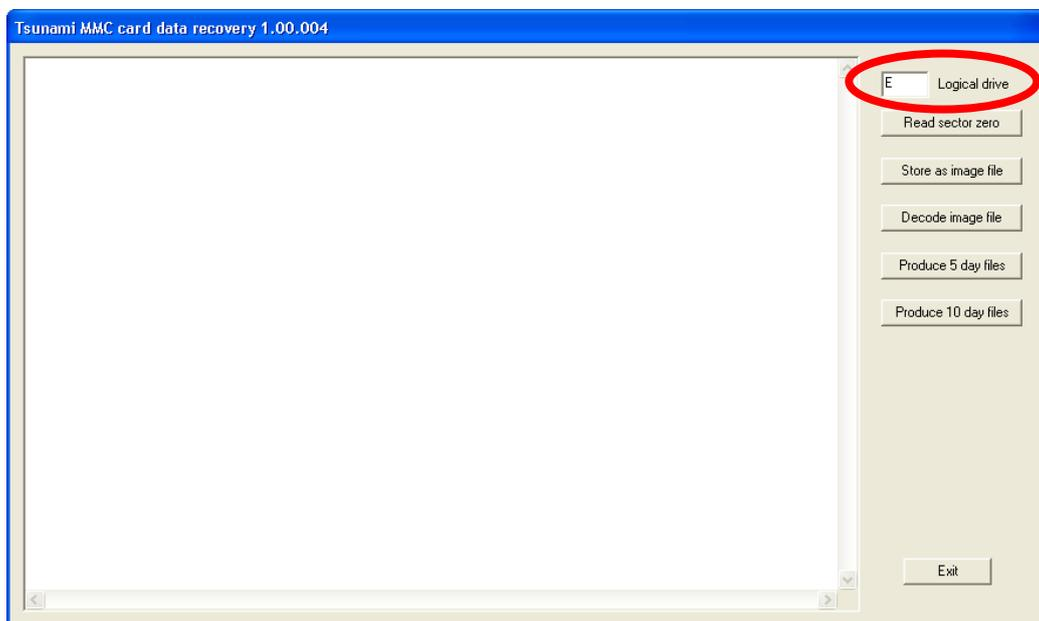
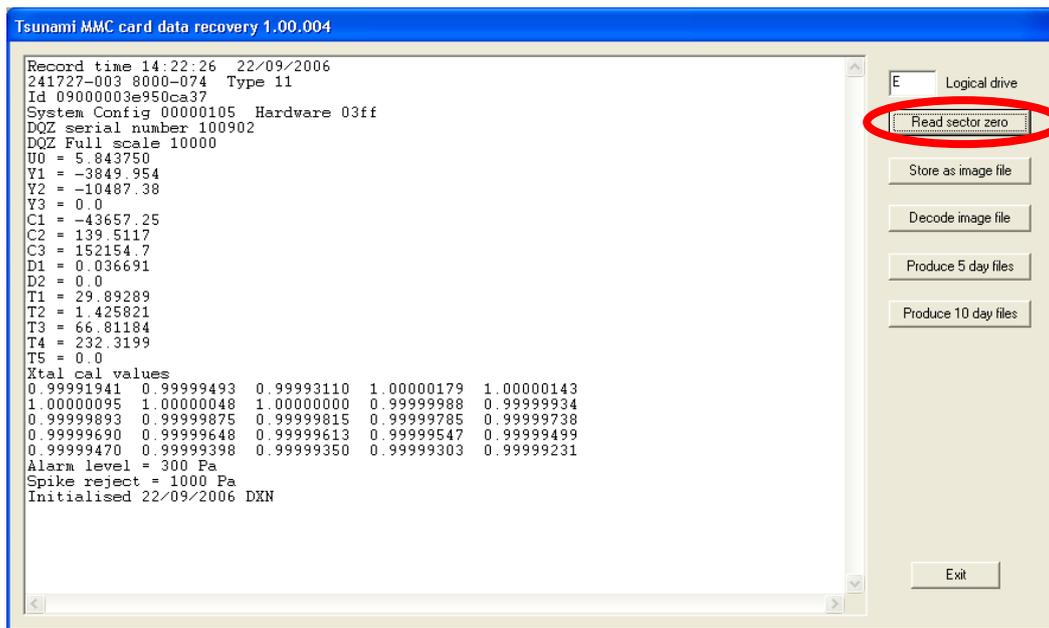

Figura 3 : MmcDataRecover.exe con el selector de unidad lógica resaltado
Figura 4 : MmcDataRecover.exe con el cero del sector leído resaltado y la información de calibración mostrada
| Figura 3: MmcDataRecover.exe con el selector de unidad lógica resaltado | 6 |
| Figura 4: MmcDataRecover.exe con el cero del sector leído resaltado y la información de calibración mostrada | 7 |
3. Seleccione la unidad lógica (Figura 3) y, a continuación, haga clic en < **Leer el sector cero** > (Figura 4) que muestra los datos de calibración.
7. Una vez completado, el **< Leer Sector Cero >** pantalla (Figura 4) se muestra de nuevo.